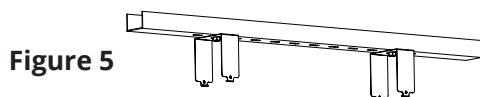

Figure 5
Étape 1. Montez le support sur le rail ou le plafond. (Figure 5)